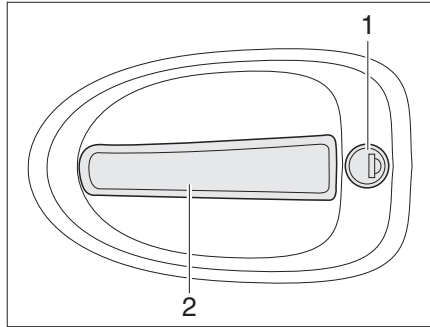

Bild 43 Dörrlås förardörr, utsida
- Stick in nyckeln i låscylindern (Bild 43,1) och vrid den ända tills dörrlåset har låsts upp.
- Drag i dörrhandtaget (Bild 43,2). Dörren är öppen.
- Stick in nyckeln i låscylindern (Bild 43,1) och vrid den ända tills dörrlåset har låsts.